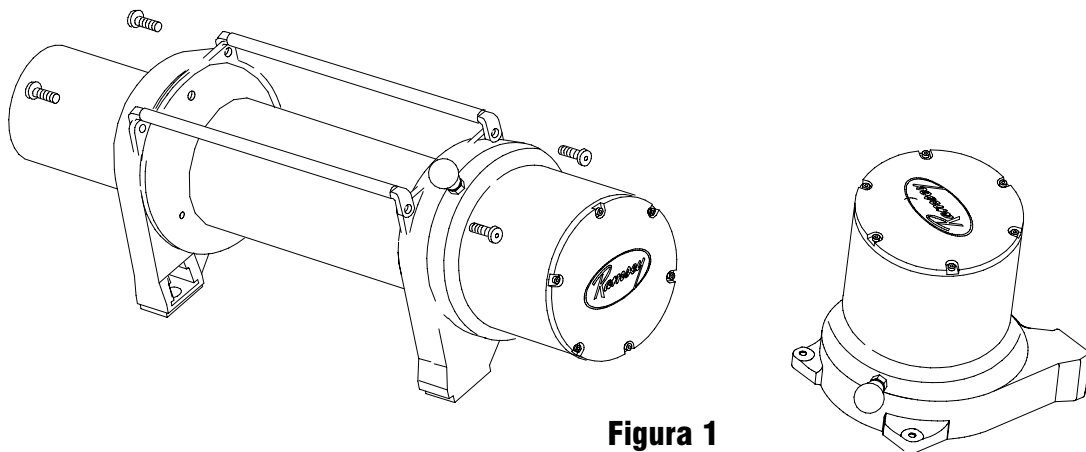

Figura 1
1. Coloque el winche como se muestra en la Figura 1. Quite los tornillos de las barras de sujeción. Puede aflojar los tornillos del motor sin quitarlos. Retire la Caja de Engranajes del tambor y eje y colóquela en la mesa de trabajo con la Tapa de la Caja hacia arriba. Retire el buje del tambor de la Caja de Engranajes o del extremo del tambor. Póngalo a un lado.
2. Quite los (6) tornillos de la Tapa de la Caja de Engranajes. Sosteniendo la Tapa de la Caja sobre la Caja de Engranajes, volteeela y colóquela en la mesa de trabajo.
Conecte el cable rojo al terminal positivo (+) de la batería. Conecte el cable de tierra negro al terminal negativo (-) de la batería (Véase FIGURA 1).